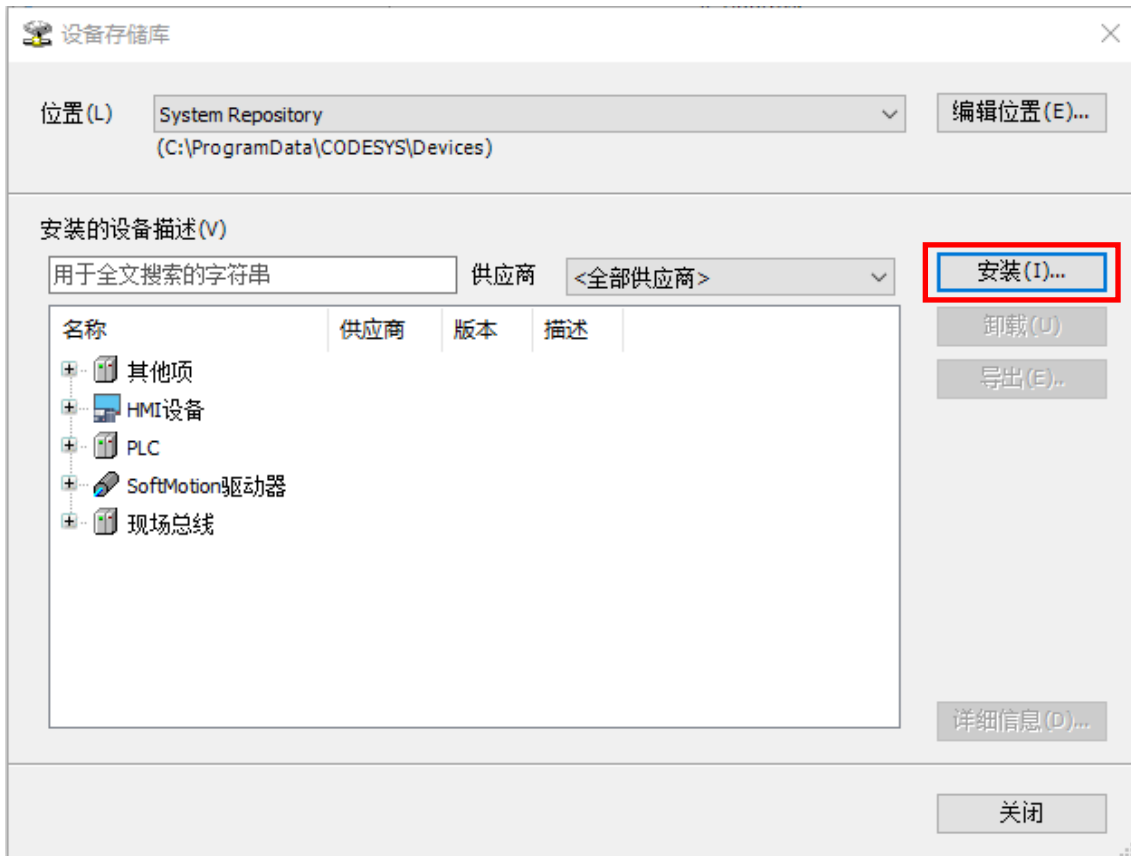

图 8-3 设备存储库“安装”
(2) 在之后弹出的“设备存储库”页面中，单击“安装”，如下图 8-3。